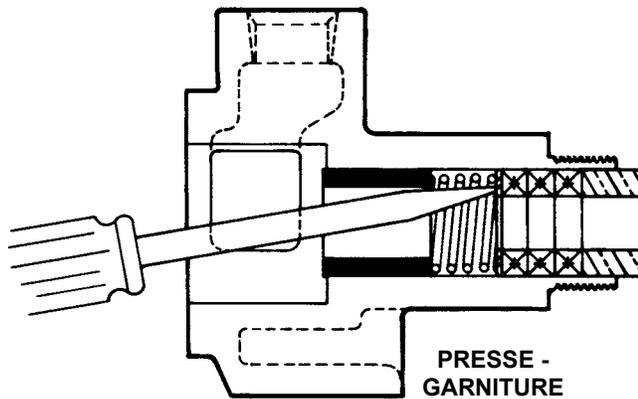

FIGURE 3
5. Maintenant la pompe est prête pour que la garniture mécanique ou la presse-garniture soit enlevée. **Voir Figure 3 ou 4** par exemple.